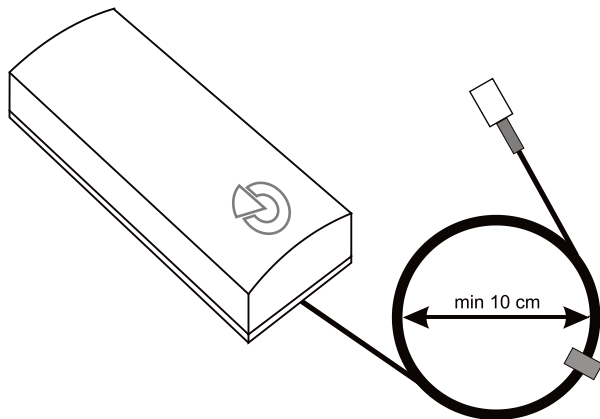

Abb. 1 Antenne AN-868(AN-868-2PIN)
4. Die Kabelzuleitung weder kürzen noch verlängern. Den überschüssigen Leiter in der auf Abbildung 1 dargestellten Position fixieren. Den minimalen Kreisdurchmesser 100 mm einhalten! Den Leiter auf keinen Fall scharf biegen, es würde beträchtliche Sendeverluste zur Folge haben.